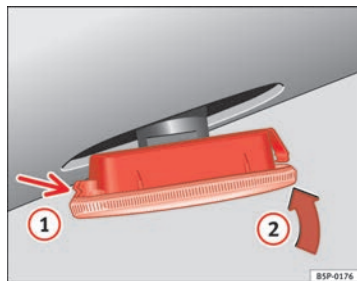

Fig. 147 Indicatori di direzioni laterali
- Collocare l'intermittente nel foro della carrozzeria, incastrando le linguette **1** ⇒ fig. 147, e successivamente inserire la lampada come indicato dalla freccia **2** ⇒ fig. 147.. ■